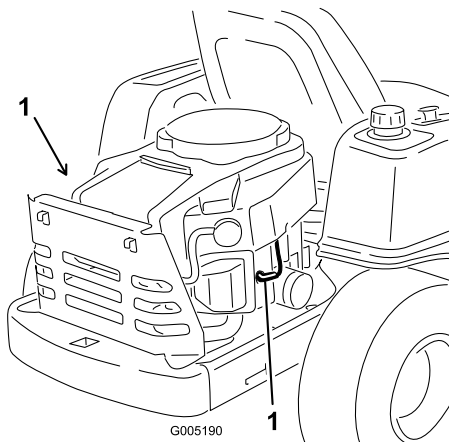

Bild 31
Ziehen Sie die Kerzenstecker ab (Bild 31).
3. Drücken Sie den Stecker auf die Zündkerze (Bild 31).